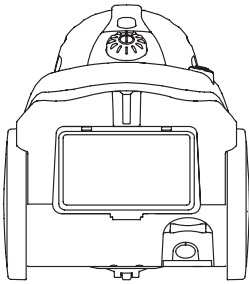

Fig. 16
1. Extraiga la cubierta del filtro de salida (19) tirando de la lengüeta. Extraiga el filtro y límpielo en agua caliente con jabón. Asegúrese de que el filtro de salida (19) esté totalmente seco antes de montarlo. Véanse las figs. 16 y 17.
2. Vuelva a colocar el filtro de salida y la cubierta en la unidad del mismo modo en que se extrajeron. Véanse las figs. 16 y 17.